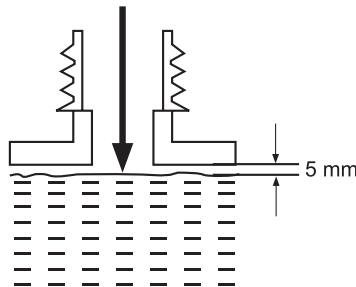

Fig. 12
1. Posicione o produto em qualquer superfície adequada, com a tampa do depósito do óleo (14) voltada para cima.
2. Desaperte e retire a tampa do depósito de óleo (14) e, em seguida, adicione lubrificante ao depósito. Recomenda-se a utilização de óleo para correntes ecológico especificamente concebido para ser utilizado com este produto. Utilize um funil com filtro adequado para evitar a entrada de quaisquer detritos no depósito e evite os derrames e o enchimento excessivo do depósito. Não encha demasiado e deixe aproximadamente 5 mm de espaço vazio até ao rebordo inferior para permitir a expansão do lubrificante (Fig. 12).